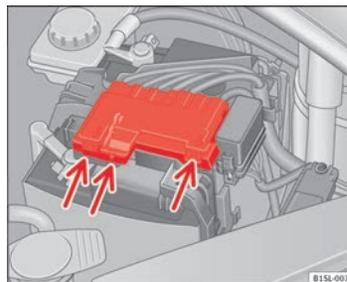

Fig. 110 En el vano motor: Retire la cubierta de la batería del vehículo.
- Haga presión sobre las lengüetas ⇒ fig. 110 (flechas) en el sentido de las flechas y extraiga hacia arriba la cubierta de la batería.